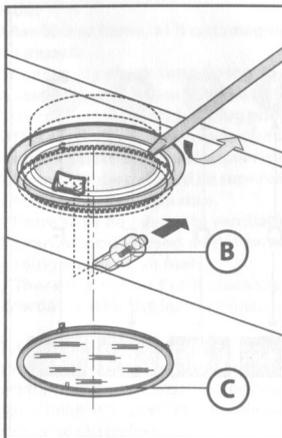

Fig.6
• **Замена галогеновых ламп (Рис.6):**